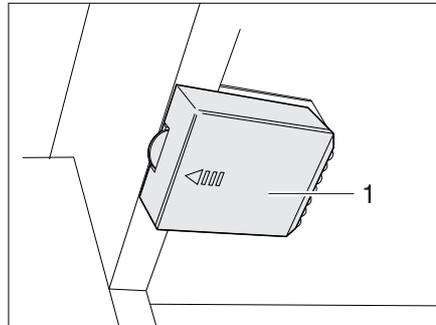

Bild 290 Kleiderschrankleuchte mit LED, Batteriefach geschlossen
- Deckel (Bild 290,1) in Pfeilrichtung aufschieben.